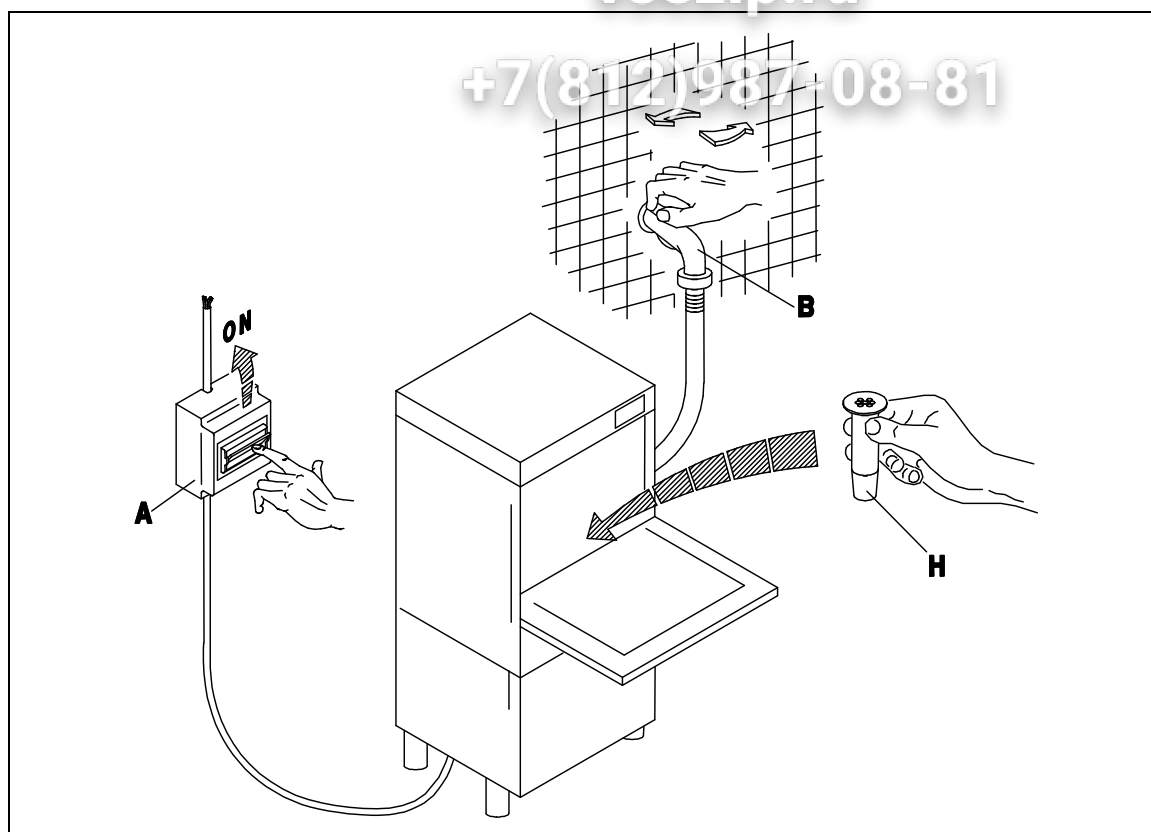

Fig. 3-1
- Aprire il rubinetto dell'acqua (B), inserire l'interruttore generale (A). Attivare l'interruttore principale dell'apparecchio (1), ne conseguirà l'accensione della spia (A) evidenziando che la macchina è sottoposta a tensione. A porta chiusa l'apparecchio si riempie d'acqua e alla fine del carico, si inseriscono automaticamente le resistenze della vasca e del boiler. Il funzionamento delle resistenze è reso visibile dall'accensione delle spie (D) ed (E). Quando entrambe le spie si spengono l'acqua avrà raggiunto le temperature impostate e l'apparecchio sarà pronto per iniziare il lavaggio. (fig. 3-1÷3-2)
- Turn on the water tap (B) and switch on the master switch (A). Turn the appliance ON switch (1), which will cause the warning light (A) to illuminate, indicating that the machine is live. When the door is closed the appliance fills with water. When it is full, the tub and boiler heating elements come on automatically. When the elements are activated, the warning lights (D) and (E) are illuminated. When both warning lights go out the water has reached the set temperature and the appliance is ready to begin the washing cycle. (fig. 3-1÷3-2)
- Öffnen Sie den Wasserhahn (B) und betätigen Sie den Hauptschalter (A). Beim Betätigen des Schalters (1) am Gläser-spüler wird die Anzeige (A) aufleuchten, an der Sie erkennen können, daß die Maschine unter Spannung steht. Bei geschlossener Tür läuft Wasser in die Maschine; ist die nötige Wassermenge einmal erreicht, so schalten die Widerstände des Spülbehälter und des Boilers automatisch ein. Der Betrieb der Widerstände wird durch das Aufleuchten der Anzeigen (D) und (E) erkennbar. Beide Leuchtanzeigen erlöschen, wenn das Wasser eine vorbestimmte Temperatur erreicht hat, d. h. wenn der Gläser-spüler betriebsbereit ist. (fig. 3-1÷3-2)
- Ouvrir le robinet (B) et insérer l'interrupteur général (A). Ouvrir l'interrupteur principal de l'appareil (1), le voyant (A) s'allumera ce qui signifie que la machine est branchée. L'appareil se remplit d'eau avec porte fermée et à la fin du chargement les éléments chauffants de la cuve et du boiler entrent automatiquement en action. Les voyants (D) et (E) s'allument quand les éléments chauffants fonctionnent. Les deux voyants s'éteignent dès que l'eau a atteint la température programmée et l'appareil est prêt pour commencer le lavage. (fig. 3-1÷3-2)
- Abrir el grifo del agua (B), conectar el interruptor general (A). Activar el interruptor principal del aparato (1); el encendido de la luz testigo (A) indica que la máquina está en tensión. Con puerta cerrada el aparato se llena de agua y cuando la carga esté terminada se conectarán automáticamente las resistencias del tanque y de la caldera. El funcionamiento de las resistencias es señalado por el encendido de las luces indicadoras (D) y (E). Cuando ambas luces se apaguen, el agua habrá alcanzado la temperatura programada y el aparato estará listo para empezar el lavado. (fig. 3-1÷3-2)
- A riempimento avvenuto, aprire la porta (I) e introdurre il detersivo (ca. 2 gr. per litro di capacità della vasca). Inserire il cesto (L) carico e chiudere la porta (I). Selezionare il ciclo di lavaggio inserendo il pulsante (4) ciclo breve (tasto premuto) ÷ ciclo lungo (tasto rilasciato). A questo punto premere il pulsante START (3) (almeno per 2 secondi) e avrà inizio il ciclo di lavoro visualizzato dalla lampada spia (C): la fine del ciclo coincide con lo spegnimento di questa spia. Per spegnere la macchina si dovrà disinserire l'interruttore (1) portandolo nella posizione (0) spia (A) spenta. (Fig.3-1÷3-3).
- Lorsque le remplissage est terminé, ouvrir la porte (I) et verser le détersif (environ 2 g pour chaque litre remplissant la cuve). Introduire le panier (L) plein et fermer la porte (I). Sélectionner ensuite le cycle de lavage en actionnant le bouton-poussoir (4) cycle court (touche enfoncée) ÷ cycle long (touche relâchée). A ce stade, presser le bouton-poussoir START (3) (au moins 2 secondes) et le cycle de fonctionnement commencera, visualisé par la lampe-témoin (C). La fin du cycle coïncide avec l'extinction de ce voyant. Pour arrêter la machine, il faudra débrancher l'interrupteur (1) en le ramenant sur la position (0): lampe-témoin (A). (Fig.3-1÷3-3).
- Después del llenado, abra la puerta (I) y vierta el detergente (2 gramos aproximadamente por litro de capacidad de la cuba). Introduzca el cesto (L) carga y cierre la puerta (I). Seleccione el ciclo de lavado por medio del selector (4) ciclo breve (tecla pulsada) ÷ ciclo largo (tecla soltada). Pulse ahora START (2) (al menos durante 2 segundos) para arrancar el ciclo de trabajo: se enciende la luz testigo (C), que se apagará al final del ciclo. Para apagar la máquina desconecte el interruptor (1) posición 0, luz testigo (A) apagada. (Fig.3-1÷3-3).